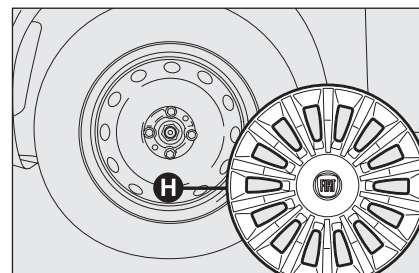

fig. 4
- ☐ rimuovere la coppa ruota **H**-fig. 4 (versioni con cerchi in acciaio), oppure togliere la coppa coprimozzo (versioni con cerchi in lega);